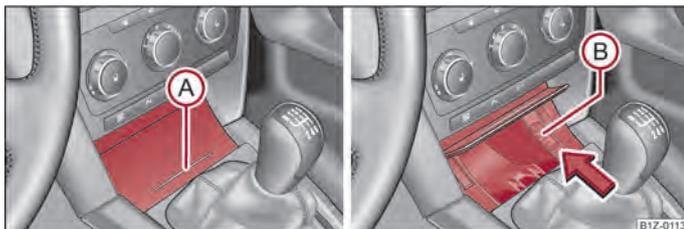

Fig. 70 Consola central: cinzeiro dianteiro / remoção do encaixe do cinzeiro dianteiro
- Carregue na parte inferior da tampa do cinzeiro - ver a posição **A** ⇒ Fig. 70.